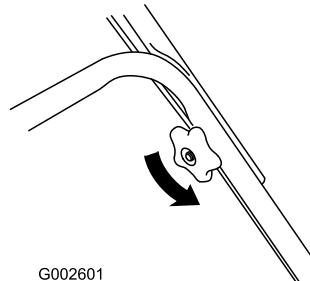

Figure 35
1. Desserrez les boutons du guidon jusqu'à ce que la moitié supérieure bouge librement (Figure 35).